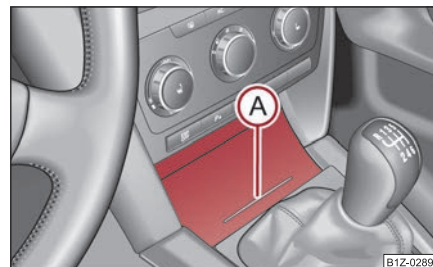

Fig. 110 Consola centrală: Scrumiera față
- Apăsați pe partea inferioară a capacului scumierei - vezi poziția (A) ⇒ fig. 110.